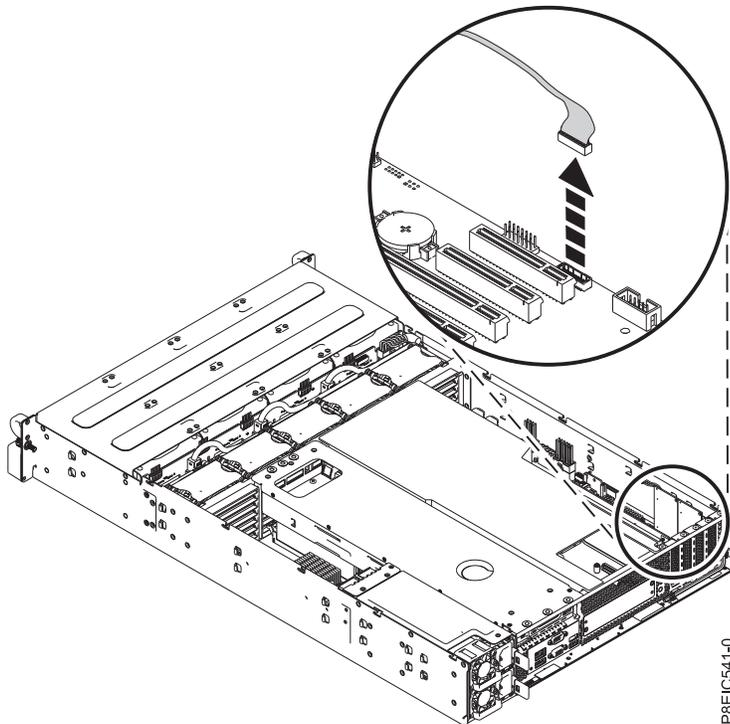

Figura 69. Desconectando o cabo USB frontal
8. Remova o cabo de sinal USB frontal do painel traseiro do sistema, conforme mostrado na Figura 69 na página 62.